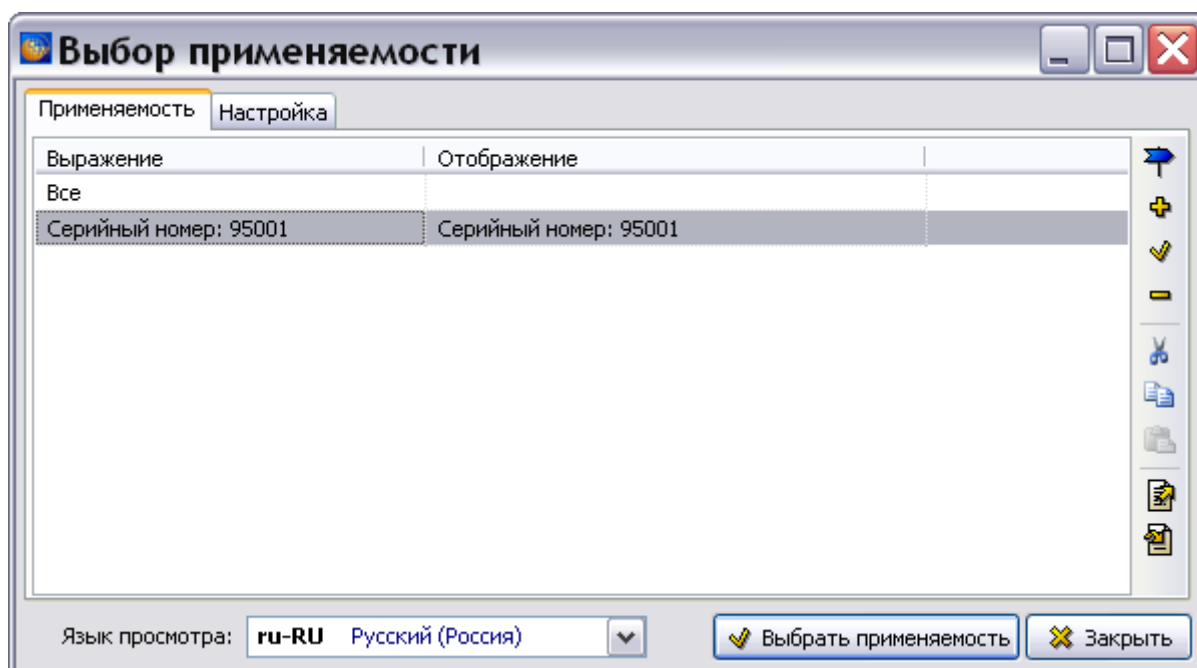

Рис. 22.89
7. В окне **Добавление применяемости** нажмите на кнопку **Применить**. При этом произойдет переход в окно **Выбор применяемости** (Рис. 22.89).